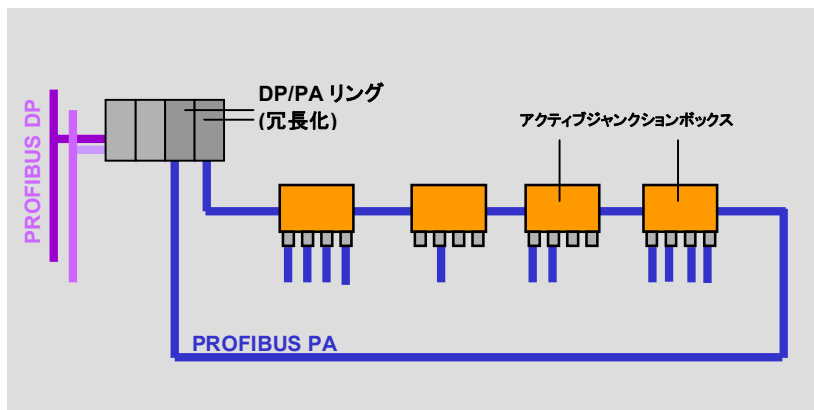

図 6: PA リング冗長化
- リング冗長化: DP-PA カップラの冗長化に加えて、リング構成にすることでメディアの冗長化ができます。(図 6)。